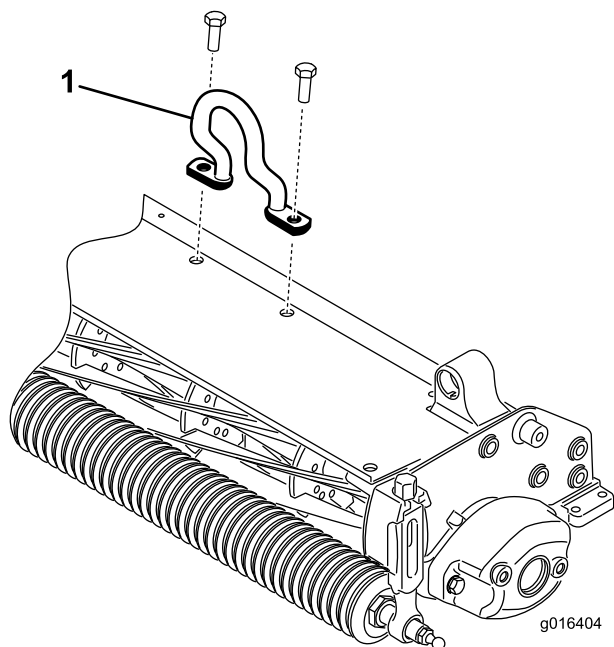

Figure 4
Montez l'étrier excentré (Figure 4) sur le haut du plateau de coupe avec (2) vis à tête. Serrez les vis à un couple de 34 à 40 Nm.